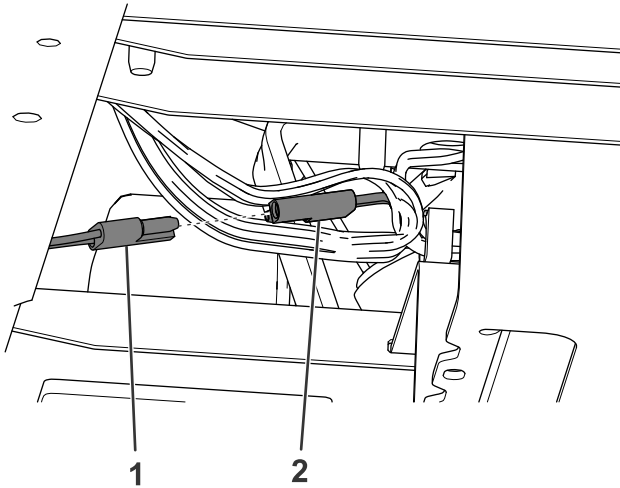

**Figura 8**
5. Enrute el arnés de cables por el larguero derecho del bastidor (Figura 8).